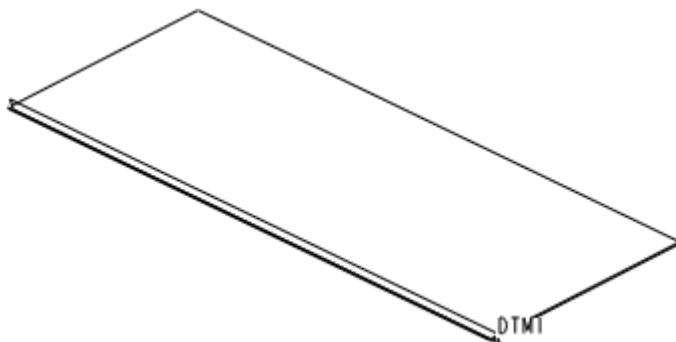

图 38-5
- (1) 单击特征工具栏中的 ，打开【基准平面】对话框。
- (2) 选择长方体的长边侧面为偏移参照，偏移距离为 1，建立如图 38-5 所示的基准平面 DTM1。